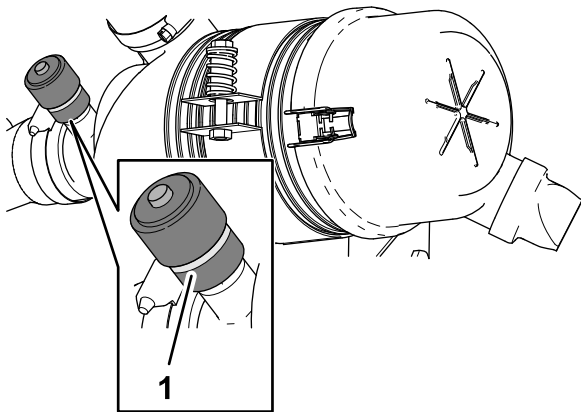

Bild 112
3. Überprüfen Sie die Wartungsanzeige am Ende des Luftfiltergehäuses (Bild 112).